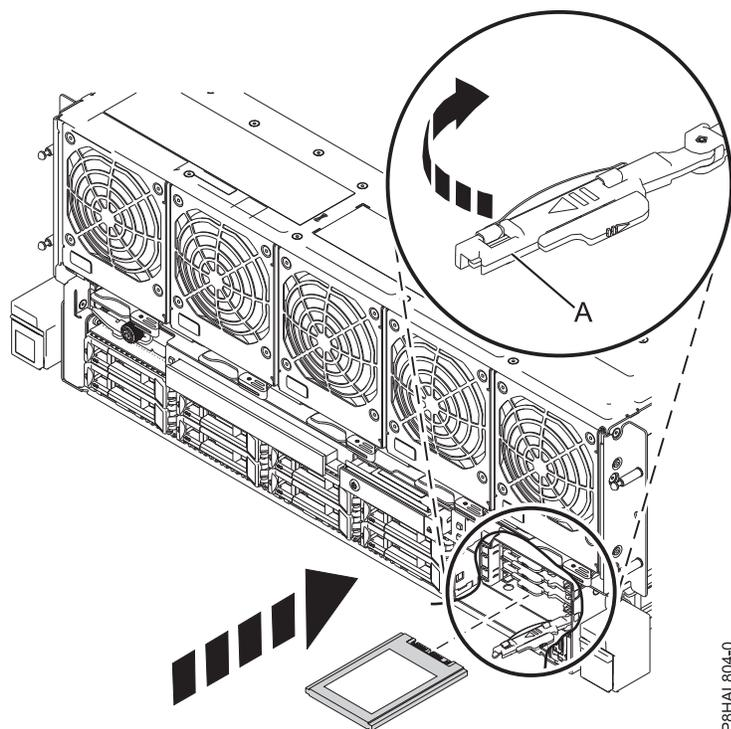

Figura 37. Substituir uma unidade SSD num sistema de 8408-44E ou 8408-E8E
13. Com a pega do compartimento de unidade de SSD (**A**) na posição desbloqueada, puxe a alavanca para fora para ter acesso às calhas na ranhura de SSD. Apoie a parte inferior da SSD à medida que a alinha com as calhas na ranhura de SSD. Consulte Figura 37.
17. Bloquee a unidade ao rodar a pega do compartimento (**A**) na direcção demonstrada em Figura 37.